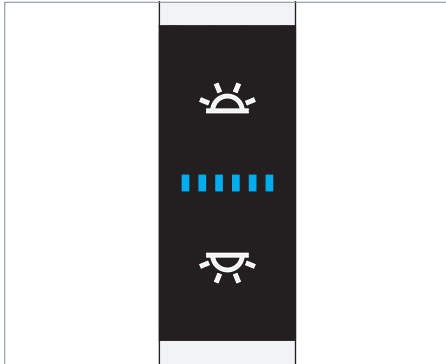

Fig. 11: Bedienelement.
- ▶ Drücken Sie die obere Taste, siehe Fig. 11.
- ▶ Drücken Sie die untere Taste, siehe Fig. 11.
- ▶ Drücken Sie die untere Taste und halten Sie diese Taste gedrückt, siehe Fig. 11. Nach ungefähr einer Sekunde verändert die Leuchte ihre Helligkeit.
- ▶ Drücken Sie die obere Taste und halten Sie diese Taste mindestens eine Sekunde gedrückt, siehe Fig. 11.
- ▶ Drücken Sie die obere Taste und halten Sie diese Taste mindestens eine Sekunde gedrückt oder schalten Sie VTL aus und wieder ein, siehe Fig. 11.